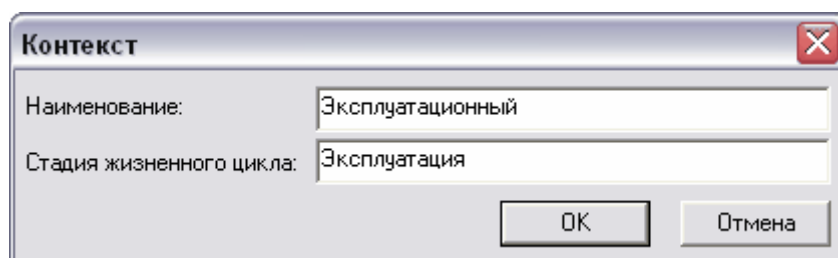

Рис. 96 Новый контекст
2. В диалоговом окне **Контекст** введите наименование и стадию жизненного цикла контекста (Рис. 96).